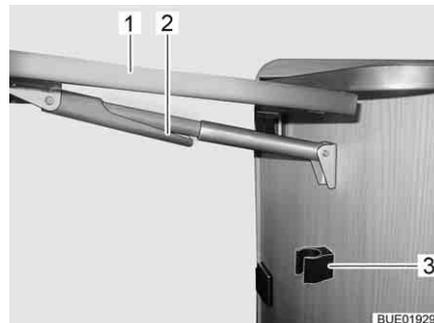

Bild 27 Thekenklapptisch wegklappen
- Thekenklapptisch (Bild 27,1) außen greifen und leicht anheben. Mit der anderen Hand die Fixierung (Bild 27,2) an der Teleskophalterung nach unten schwenken.
- Tischplatte nach unten schwenken, bis die Teleskophalterung in der Halterung (Bild 27,3) einrastet.